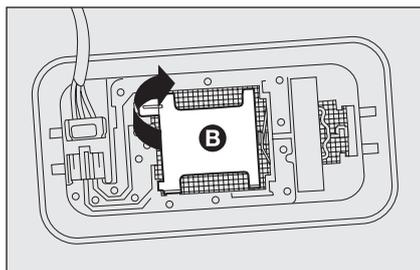

fig. 41
- ouvrir le boîtier **B**-fig. 41 comme indiqué;